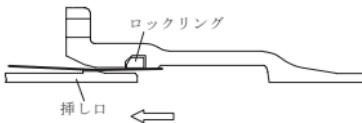

図 58 管の引き抜き
- (5) クレーンなどで管の心出しを行い、管を引き抜く（図 58 参照）。